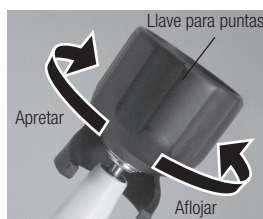

Fig. 14
- 2) La punta se insertará desde el agujero posterior de la llave para puntas. Alinee las cuatro esquinas del área base de la punta con las cuatro esquinas de la llave para puntas. Ahora gire en el sentido de las agujas del reloj hasta que haga clic (Fig. 14).